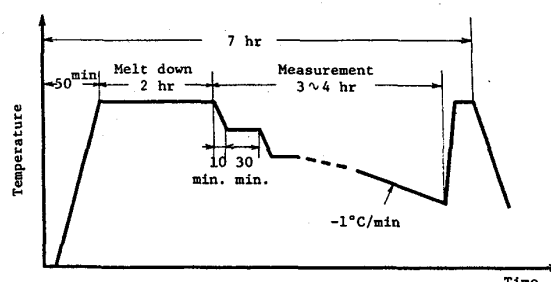

Fig.2 Conceptual diagram of viscosity measurement
(1) 仕様
- D. 測定時間、測定手順——測定手順と内容をFig.2に示すが、測定時間は約7時間である。また、人手作業は測定中は無く、ほぼ全自動である。
(2) 測定精度確保のポイント